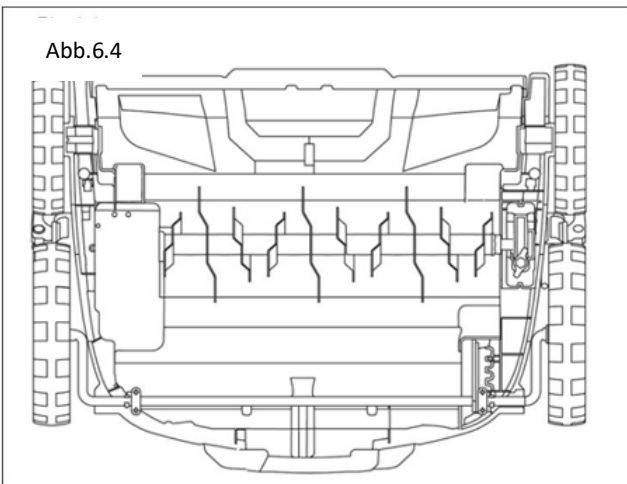

Abb.6.5
#### 44. Utilisation d'un rouleau aérateur (Fig. 6.5)
- Installez le système de pales de ventilateur en inversant le processus de retrait du système de pales de scarification (Fig. 6.5).